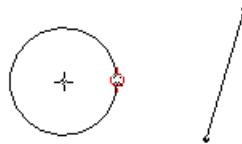

图 4.11.10 将鼠标指针移到弧线上
Step3. 当把鼠标指针移到圆 A 上时，可看到圆上出现红色的圆圈状 （图 4.11.10），表明系统已经捕捉到圆上一点作为圆弧的起点。